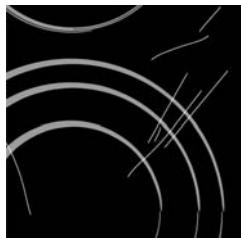
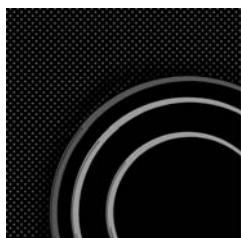

рис. 1
рис. 2
**Каждый раз перед использованием** сотрите пыль со стеклокерамической поверхности и дна посуды, устранимте возможные инородные предметы, которые могут повредить стеклокерамическую поверхность (рис. 1).
**Внимание:** металлические губки, абразивные чистящие средства царапают стеклокерамическую поверхность. Также нельзя использовать для очистки стеклокерамики агрессивные чистящие спреи и не предназначенные для стеклокерамики жидкые очистители (рис. 1 и рис.2).
**Нанесенные обозначения** могут стираться вследствие использования агрессивных и грубых чистящих средств, а также посуды с повреждениями дна (рис.2)
Дверцу духовки полностью откройте и откиньте съемные язычки до конца назад (рисунок 1). Затем медленно закрывайте дверцу, чтобы язычки наскоцили на отверстия. Приблизительно при 15° (относительно закрытой дверцы) дверцу немного поднимите и извлеките из обоих отверстий шарниров на корпусе аппарата (рисунок 2). Установку произведите в обратном порядке.